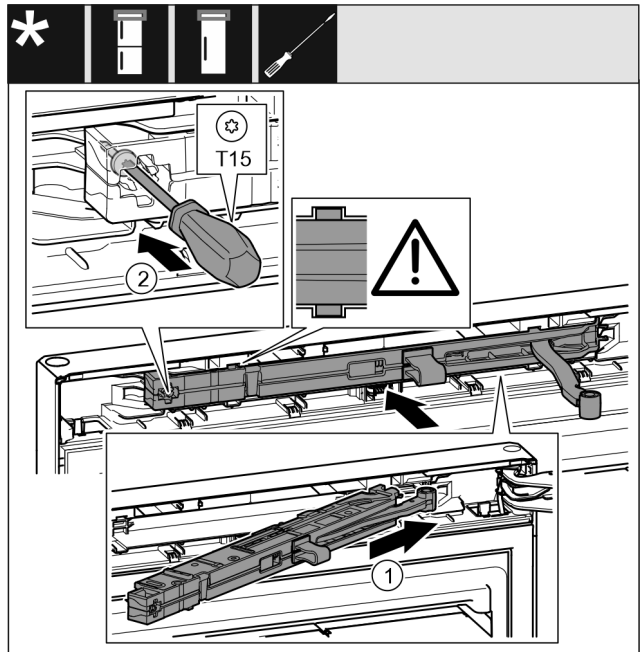

Fig. 49
- ▶ Shtyni pjerrtas deri në fund brenda në fole njësinë e amortizatorit të mbylljes, në anën e bazamentit mbështetës. Fig. 49 (1)
- ▶ Mbërtheni fort vidën me një kaçavidë T15. Fig. 49 (2)